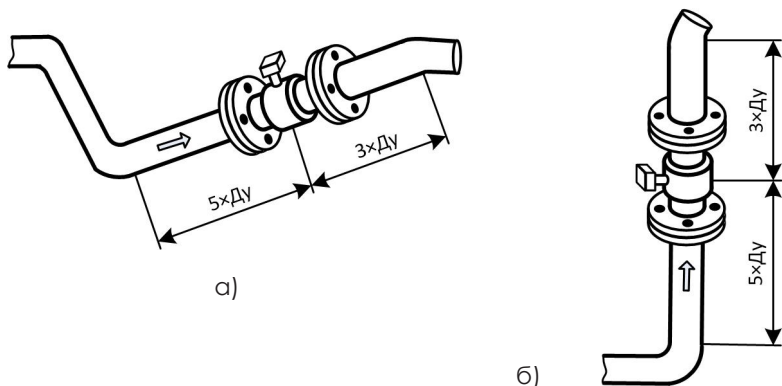

Рисунок 5.4 – Примеры установки сенсора, обеспечивающие его заполнение рабочей средой при отсутствии потока: а) наклонная; б) вертикальная
**Наклонная и вертикальная установка сенсора:** применяется в напорных трубопроводах, рисунок 5.4. Предпочтительно монтировать сенсор на восходящем участке (поток снизу вверх), в противном случае существует опасность проникновения воздуха в трубопровод, что приведет к дополнительным погрешностям измерений (ориентация индикатора вокруг продольной оси значения не имеет).